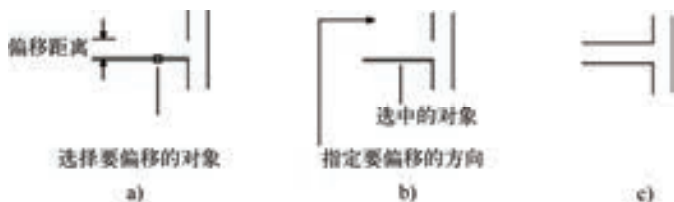

图 4-12 指定偏移对象的距离
(1) 指定偏移距离 输入一个距离值, 或按 <Enter> 键, 使用当前的距离值, 系统把该距离值作为偏移距离。如图 4-12 所示。